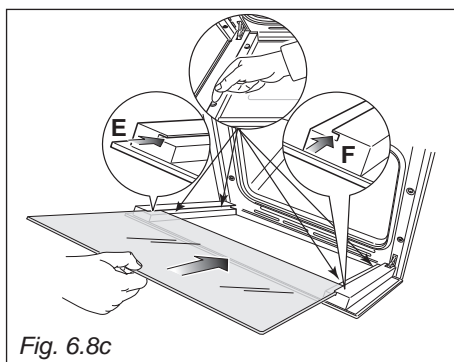
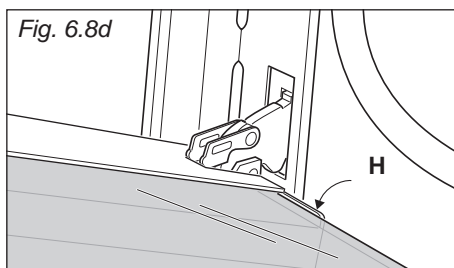

Fig. 6.8c
Fig. 6.8d
IMPORTANTE: È consigliabile, durante l'inserimento del vetro, tenere premuti in posizione i 4 distanziatori "D", mediante un dito, al fine di evitare la rottura o lo sfilamento dei distanziatori stessi (fig. 6.8c).
- Inserire il vetro nelle guide "E" ed "F" (fig. 6.8c) e farlo scorrere dolcemente fino ai fermi "H" (fig. 6.8d).